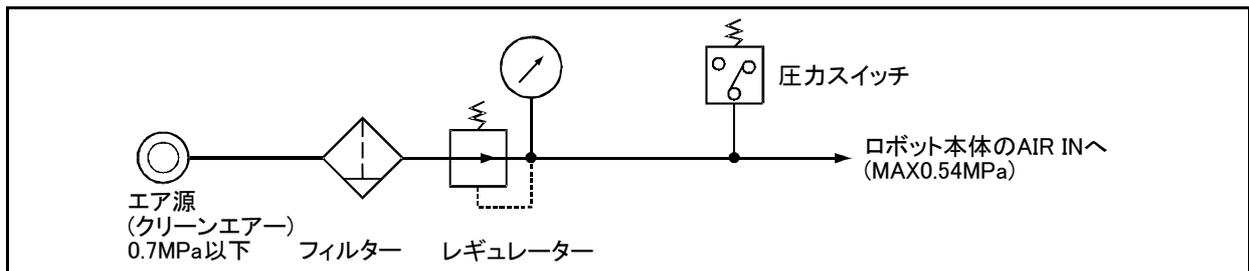

図 2-39 : ハンド用エア供給回路例
- 2) 工場エア圧低下時には、ハンドのクランプ力低下などによって実際の作業に支障をきたす恐れがあります。その防止策として、図 2-39に示すようにエア源に圧力スイッチを取付け圧力低下時にはロボットが停止するような回路にしてください。圧力スイッチでも支障のある場合は、機械的ロック式ハンド、バネ圧によってクランプするハンドをご使用ください。